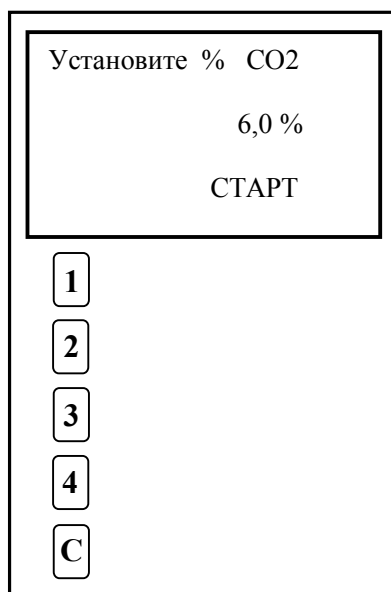

Рисунок 7
13.4. С помощью функциональных клавиш «1» и «2» на блоке управления задаются параметры концентрации углекислого газа (Рис.7) в диапазоне 2,9 – 9,0 %. Рекомендуемое значение 6%.